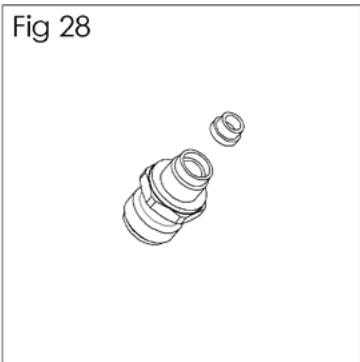

Fig 29
1. Retirez le bouchon d'air et la bague de retenue (6). (Voir fig. 29).